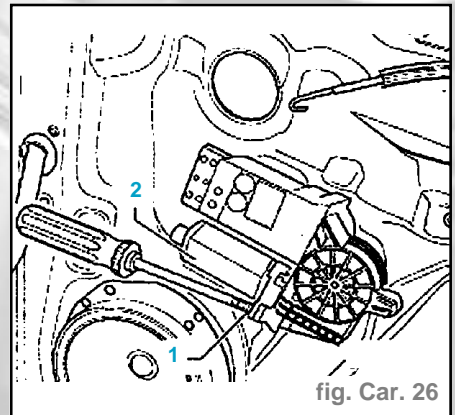

fig. Car. 26
- Dévisser les quatre vis (fig. Car. 26).
- Extraire le boîtier (2) du moteur de lève-glace.